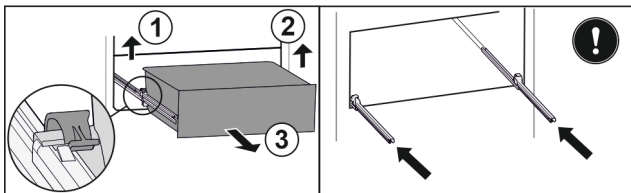

Fig. 75
- ▶ Повдигнете лявата скоба и едновременно с това изтеглете напред чекмеджето отляво. Fig. 75 (1)
- ▶ Повдигнете дясната скоба и едновременно с това изтеглете напред чекмеджето отдясно. Fig. 75 (2)
- ▶ Извадете чекмеджето напред. Fig. 75 (3)